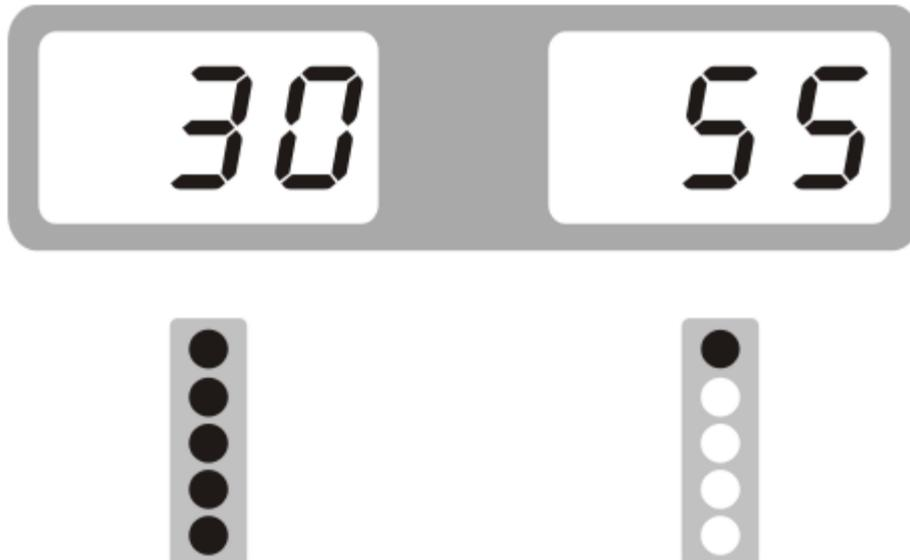

Abb.8
3. Rotieren Sie das Rad mit der Hand sobald alle LEDs der Positionsanzeige Innen aufleuchten (Abb.8) kann das Gewicht auf der Innenseite mit Hilfe der Messlehre angeklebt werden. Der korrekte Abstand zur Maschine wird beim Ausziehen der Messlehre mit dem Wert "0" angezeigt